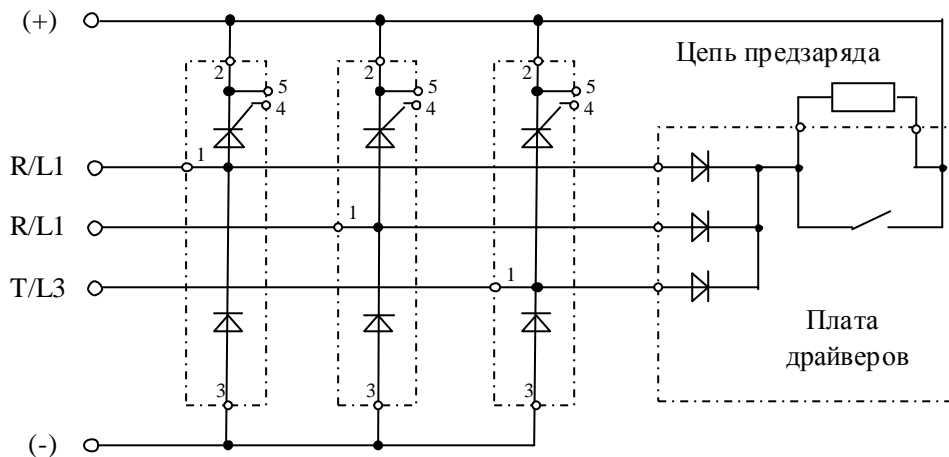

Рис.4.4
4.7.2. Электрическая принципиальная схема входных диодно-тиристорных модулей приведена на рис.4.4. (на схеме также показаны внешние силовые клеммы ПЧ и цепь предзаряда).